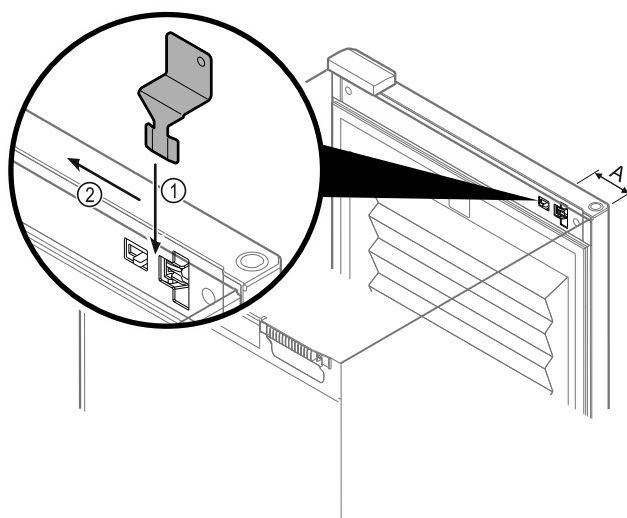

Fig. 109
▶ Klíč pro nouzové odblokování umístěte na dané místo Fig. 109 (A) ≈ 100 mm.
- ▶ Zasuňte klíč pro nouzové odblokování mezi dveře a korpus spotřebiče shora až na doraz Fig. 109 (1).
- ▶ Zatlačte klíč pro nouzové odblokování ve směru strany závěsu Fig. 109 (2).